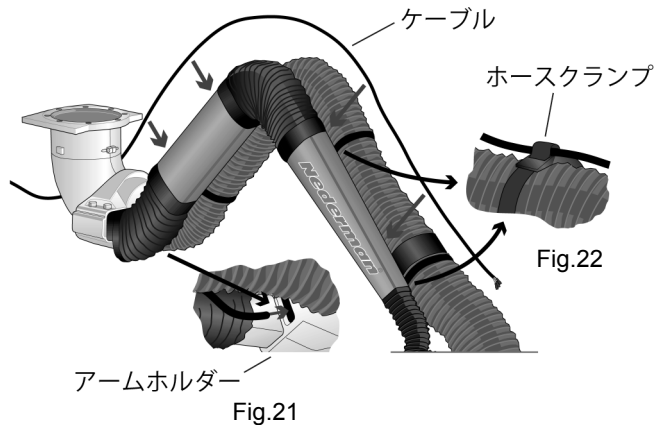

Fig.21
- 3) ケーブルをアームホルダーに通してください。(Fig.21)